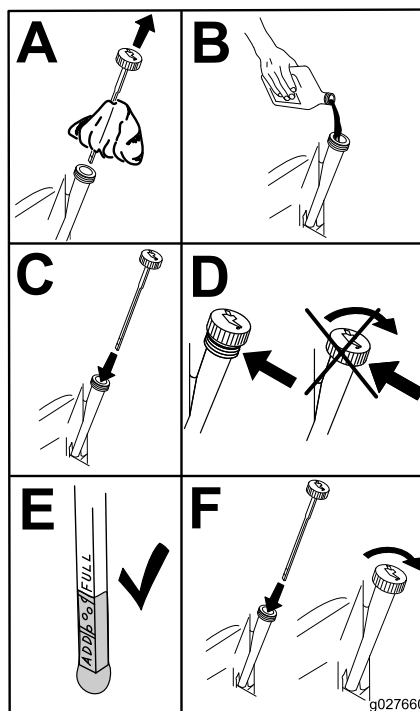

Figure 41
5. Versez lentement environ 80 % de l'huile spécifiée dans le tube de remplissage, puis faites l'appoint lentement jusqu'à ce que le niveau atteigne le repère maximum (**Full**) (Figure 41).